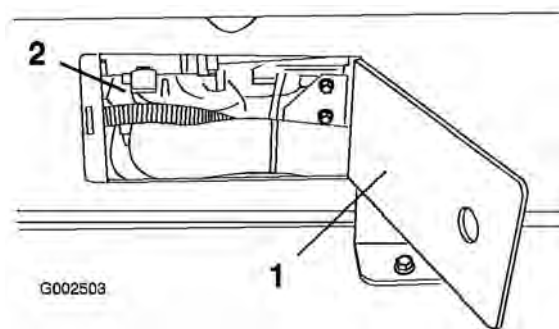

Figura 18
4. Usate i pannelli di accesso da ambo i lati della slitta del serbatoio per verificare che tubi e cavi non siano compressi (Figura 18).